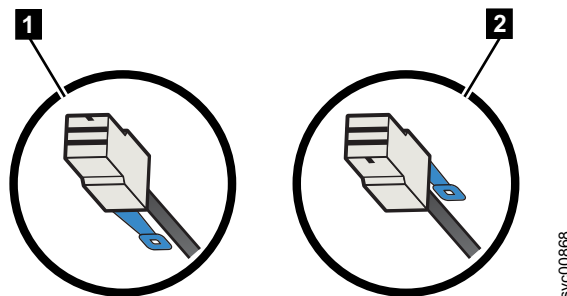

Figura 134. Orientação do conector a cabo SAS
- Para os gabinetes de expansão ou 2145-12F , a aba de puxar azul deve estar abaixo do cabo (**1** no Figura 134).
- Para nós 2145-SV1 ou 2145-DH8 e gabinetes 2145-92F , a guia puxar azul deve estar acima do conector (**2** in Figura 134).